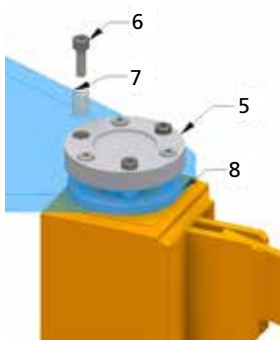

fig.46
5. Inserte en los agujeros restantes de la brida de los pernos 5, los resortes 7 y los tornillos 6 verificando con atención que el vástago de los tornillos se coloque en los asientos adecuados en los discos de presión 8 (fig. 46).